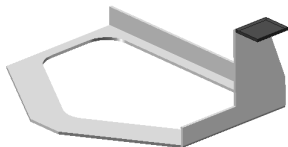
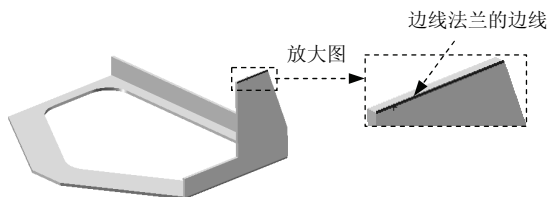

图 2.12 边线-法兰 3
图 2.13 边线-法兰 3 的边线
Step6. 创建图 2.12 所示的钣金特征——边线-法兰 3。选择下拉菜单 **插入(I)** → **钣金(B)** → **边线法兰(E)...** 命令（或单击“钣金”工具栏中的 按钮）；选取图 2.13 所示的模型边缘为生成的边线法兰的边线；在 **角度(G)** 区域中的 文本框中输入角度值 90.0，在“边线法兰”对话框 **法兰长度(L)** 区域中的 下拉列表中选择 **给定深度** 选项，在 文本框中输入深度值 35.00mm；在此区域中单击“外部虚拟交点”按钮 ，在 **法兰位置(N)** 区域中单击“折弯在外”按钮 ；单击 按钮，完成边线-法兰 3 的创作。